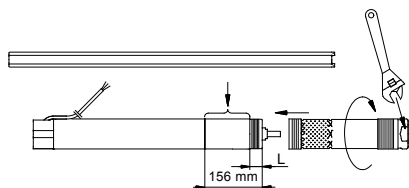

Fig. 6
1. Colocar o motor horizontalmente num torno de bancada e apertá-lo, conforme mostrado na fig. 6.
Pode ser usada uma chave inglesa nas faces de aperto do conjunto da bomba, ver fig. 6.